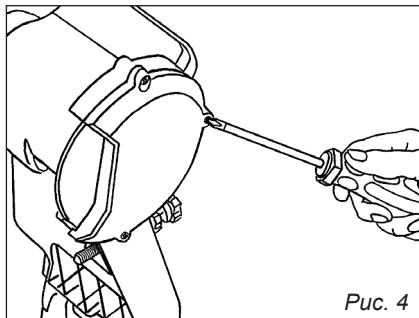

Рис. 4
2. Открутите с помощью отвертки 3 винта крепления защитного кожуха, снимите защитный кожух (рис. 4).